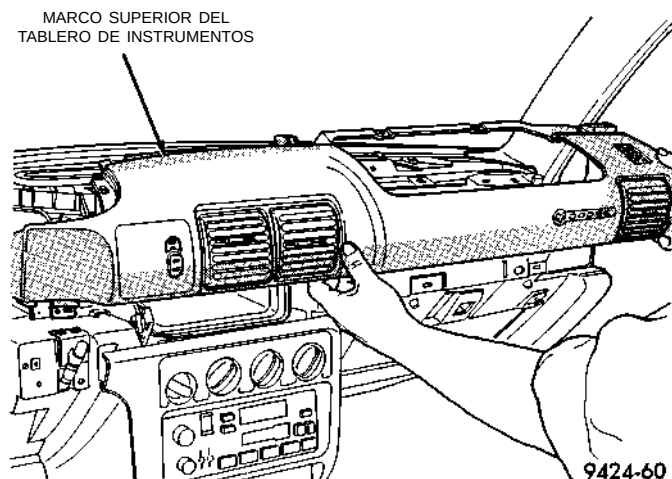

Fig. 38 Desmontaje del marco
(1) Retire el panel superior del cubretablero del tablero de instrumentos.
(2) Retire el marco superior derecho del tablero de instrumentos (Fig. 38).
- (1) Retire el panel superior del cubretablero del tablero de instrumentos.
- (2) Retire el marco superior derecho del tablero de instrumentos (Fig. 38).